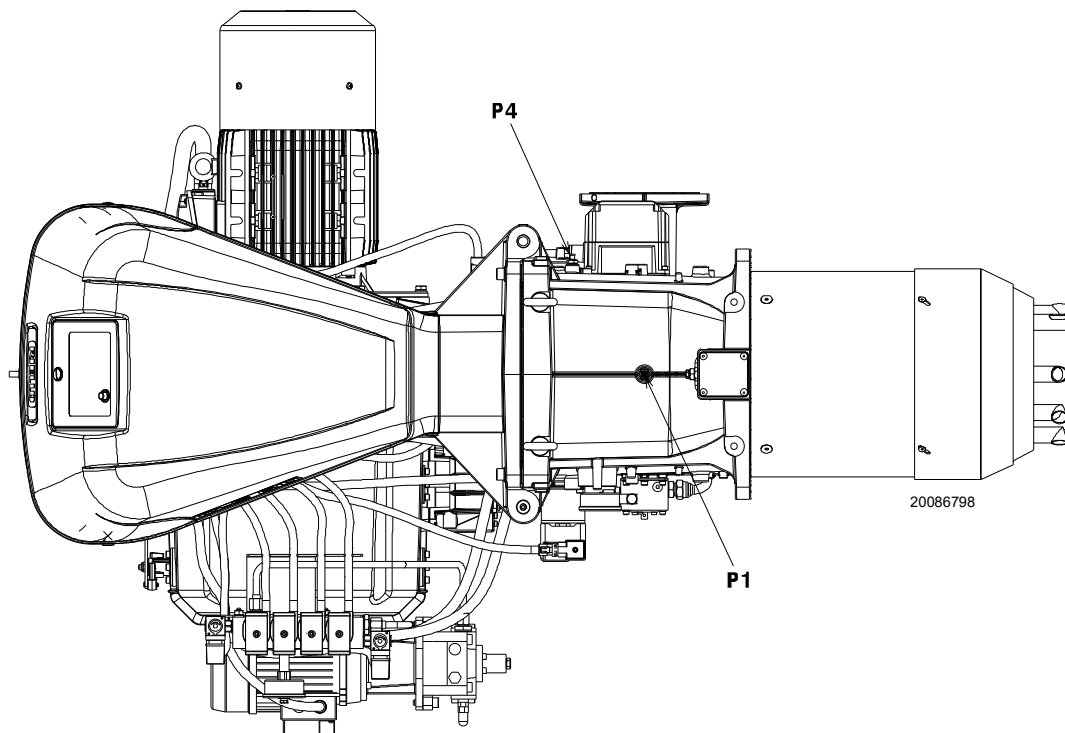

Fig. 27
Presión del gas medida en la toma P1)(Fig. 27 en pág. 30), con:
- restar de la presión del gas en la toma P1)(Fig. 27 en pág. 30) la presión en la cámara de combustión.
Presión del gas en la toma P1)(Fig. 27 en pág. 30)=24,3 mbar
En cambio para conocer la presión del gas que se necesita en el conector hembra P1)(Fig. 27 en pág. 30), una vez fijada la potencia MÁX a la cual se desea que funcione el quemador:
- Leer a la derecha, columna 1, la presión en el conector hembra P1)(Fig. 27 en pág. 30).
presión necesaria en la toma P1)(Fig. 27 en pág. 30).